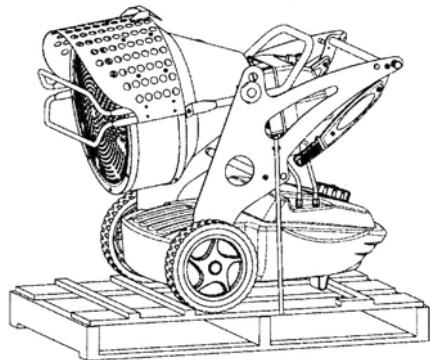

Рис.2
- Удалите элементы, прикрепляющие генератор к подставке (рис.2)
- Крепко прикрепите генератор к подставке (рис.2)
- Генератор предпочтительно грузить, как показано на рис.1 или, по крайней мере, на рис.2